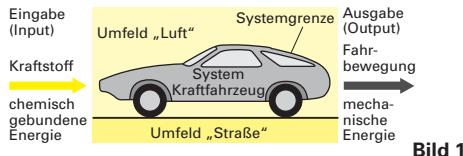

Bild 1
**19 Welche Antwort zur Systemgrenze des in Bild 1 dargestellten Gesamtsystems „Kraftfahrzeug“ ist richtig?**